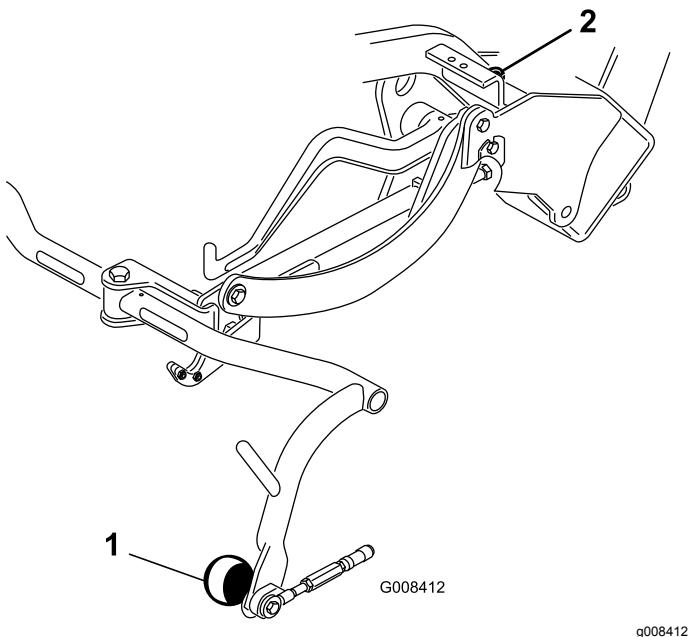

Figure 9
- Si un réglage est nécessaire, desserrez l'écrou de blocage de la vis d'arrêt du bâti porteur (Figure 9) et tournez la vis dans un sens ou dans l'autre pour éléver ou abaisser le bâti. Serrez l'écrou de blocage pour fixez le réglage.